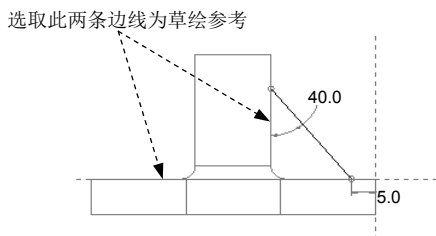

图 3.15.2 截面图形
- 在弹出的列表对话框中，依次单击各项目，同时模型中对应的元素会变亮，找到所需的目标后，单击对话框下部的 **确定 (D)** 按钮。
Step4. 定义草绘参考。单击 **草绘** 功能选项卡 **设置** ▾ 区域中的  按钮，系统弹出“参考”对话框，选取图 3.15.2 所示的两条边线为草绘参考，单击 **关闭 (C)** 按钮。
Step5. 绘制图 3.15.2 所示的筋特征截面图形。完成绘制后，单击“确定”按钮.